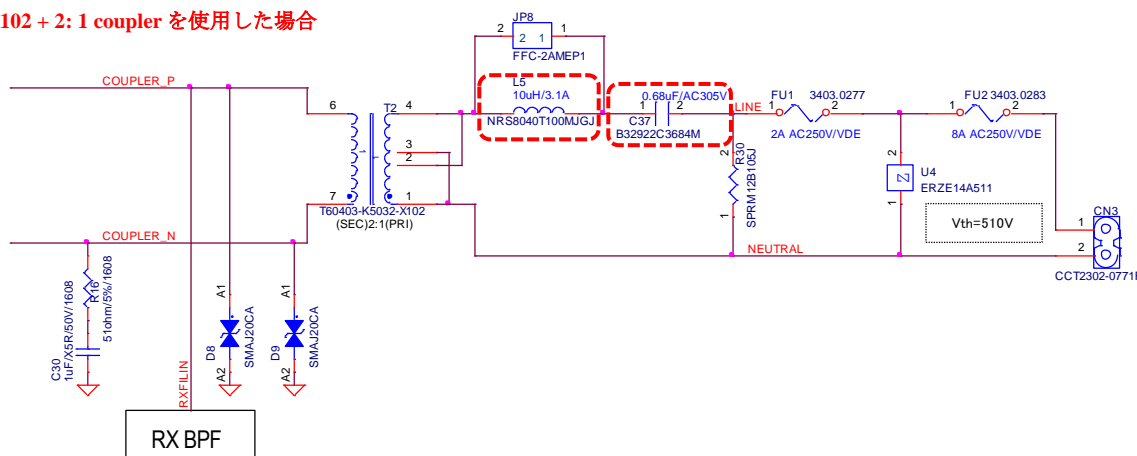
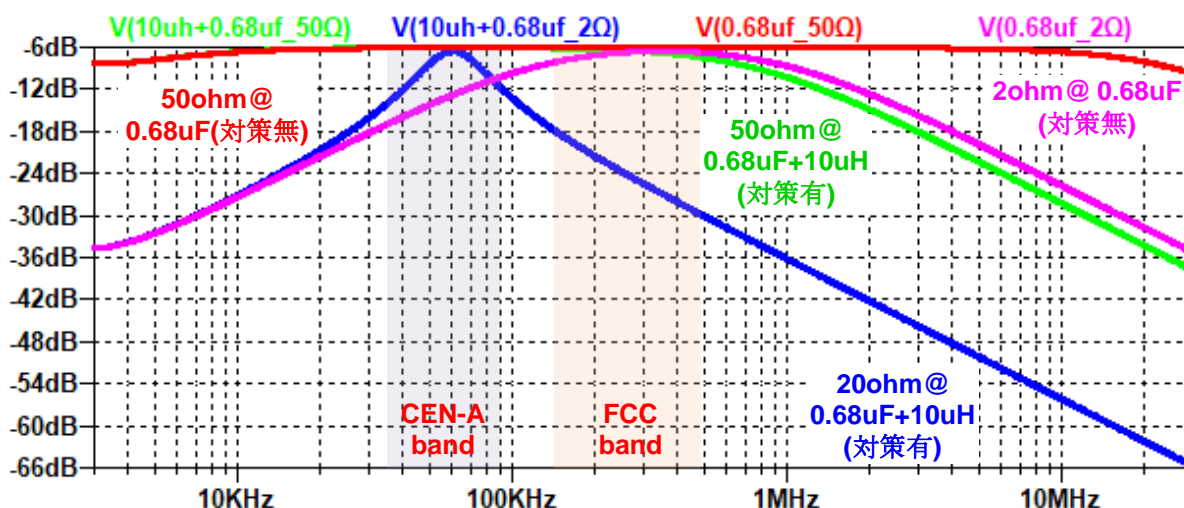

Figure 3-15 CENELEC-A 帯の低インピーダンス負荷対策の接続例
Figure 3-16 CENELEC-A 帯の低インピーダンス負荷対策の周波数特性例
- CENELEC-A 帯の低インピーダンス負荷対策の接続例を Figure 3-15 に、周波数特性例を Figure 3-16 に示します。